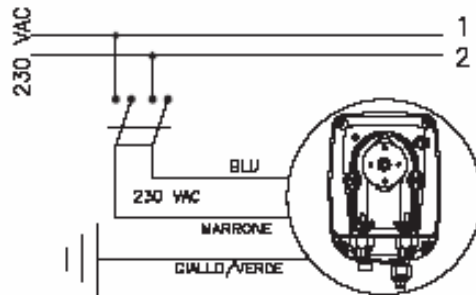

Fig. 4
1. Отсоедините насос от сети электропитания двухполюсным выключателем с минимальным расстоянием между контактами 3 мм (Рис. 4)
**б.** – Перед началом установки ознакомьтесь с правилами электрических подключений в вашем регионе. (Рис. 4)